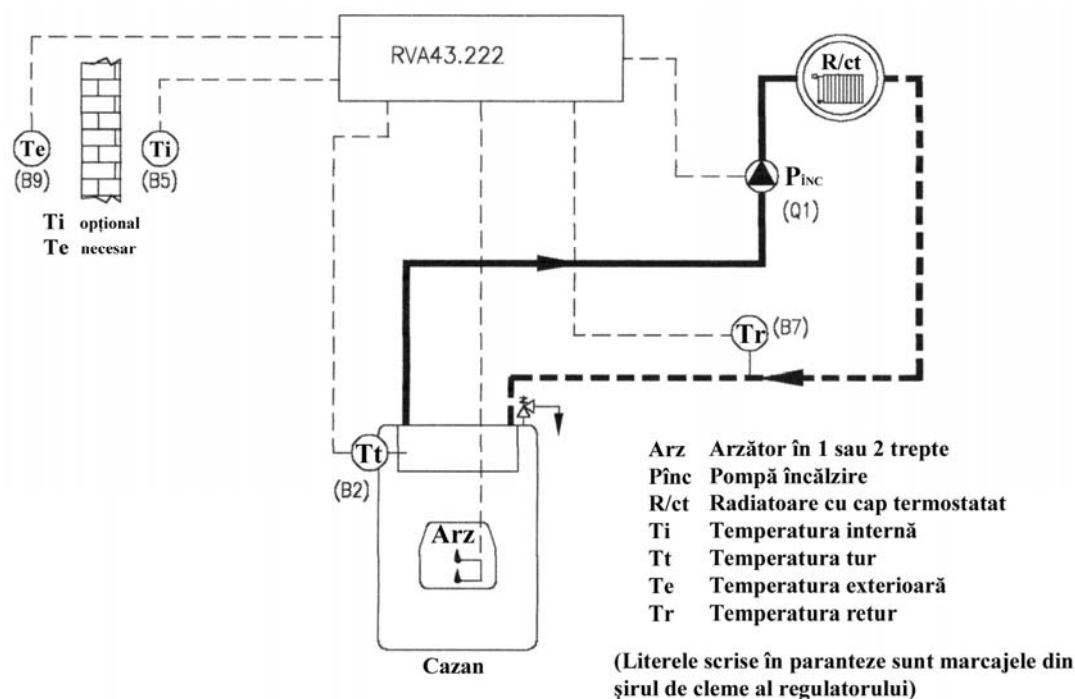

Fig. 3.1.
3.1. Un cazan și un circuit de încălzire (Fig. 3.1.) GAE-REG-1